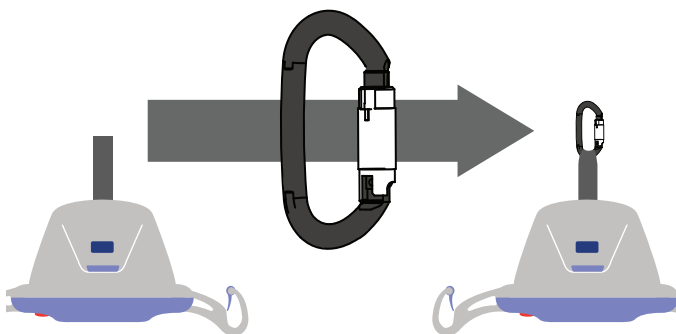

Fig. 2
2. Accrocher le nouveau mousqueton à triple action à la sangle du lève-personne. Voir fig. 2.